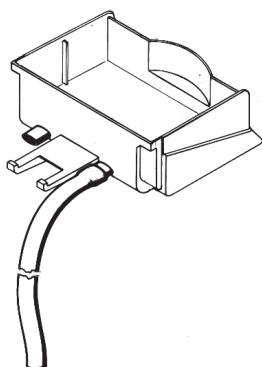

figura 1
- 6 Il cassetto raccogliogocce è dotato di due attacchi di drenaggio con diaframma. Nel caso si desideri lo svuotamento continuo del cassetto, perforare il diaframma (ad esempio con un cacciavite) di uno dei due attacchi di drenaggio e collegarlo ad un tubo di scarico (vedere figura 1).